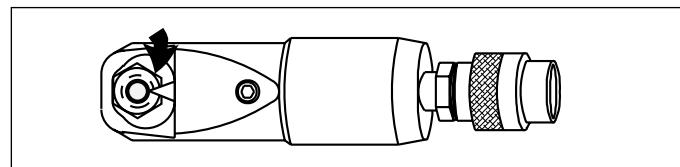

Figura 2
- NOTA:** Para evitar danos ao parafuso rosqueado, desligue a bomba assim que a porca for cortada. Ver Figura 2 para o ponto correto de parada da lâmina de corte.